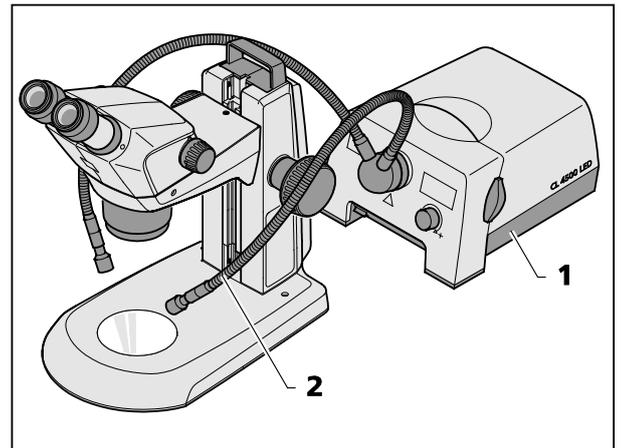

Bild 15 Externe faseroptische Beleuchtung montieren
- Externe faseroptische Beleuchtung (Bild 15/1) einschalten, Beleuchtungsintensität regeln und durch Verbiegen der beiden Schwannenhäse (Bild 15/2) die Beleuchtung so einstellen, dass das Objekt optimal ausgeleuchtet wird.